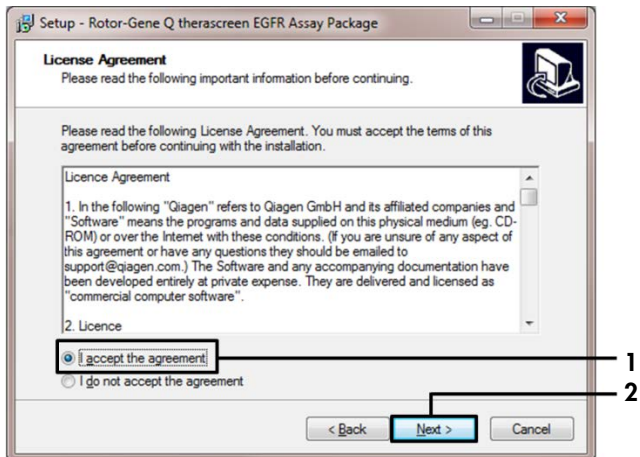

Abbildung 42. Das Dialogfeld „License Agreement“ (Lizenzvereinbarung). 1 = „I accept the agreement“ (Ich stimme der Vereinbarung zu), 2 = „Next“ (Weiter).
5. Lesen Sie die Lizenzvereinbarung und akzeptieren Sie die Vereinbarung, indem Sie das Optionsfeld „I accept the agreement“ (Ich stimme der Vereinbarung zu) aktivieren. Klicken Sie auf „Next“ (Weiter), um fortzufahren (Abbildung 42).